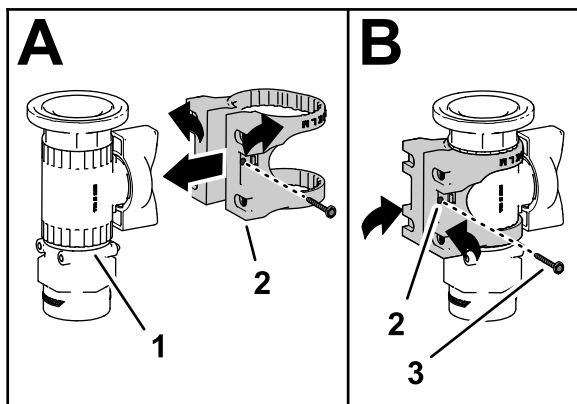

Figura 18
3. Monte a montagem da válvula na válvula de bloqueio, conforme se mostra em A de Figura 18.
(N.º 6) e aperte o parafuso à mão (B de Figura 18).